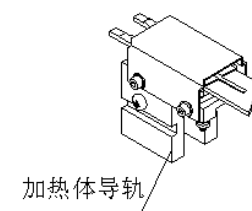
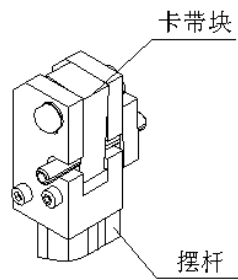
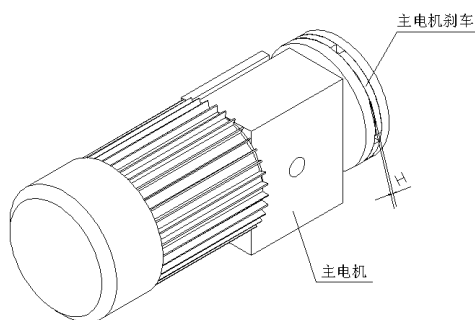

图 4-6
图 4-7
图 4-9
c. 加热体导轨(图 4-6)
d. 卡带块(图 4-7)
主电机与主电机刹车间的间隙 H 调整至 0.2mm-0.3mm(见图 4-9)。
d. 带头劈裂：捆紧力太大是造成带头劈裂的原因，可适当调小捆紧力（见图 4-9）
- b. 顶杆位置太高：在非退带情况下，顶杆与杠杆间应保留 0.3mm 的间隙（见图 4-7）。若因为调整不当，顶杆始终顶在杠杆上，且顶力较大，则易引起送带不到位现象。
- d. 带头劈裂：带头劈裂后在带道内运行不畅容易导致送带不到位，产生劈裂的原因是捆紧力调得太大。因此只需适当调整捆紧力即可消除送带不到位的情况（见图 4-9）。
- h. 捆不紧（见图 4-6 及图 4-9）：①. 捆紧调节装置处于较松位置
②. 卡带块磨损太大
③. 卡带块的齿槽间塞满带屑
④. 拔杆拉簧断裂
⑤. 摆杆推动轴承破裂
⑥. 扭簧断裂
- i. 拉大圈：①. 退带时间不够
②. 退带力量太大或太小，应检查退带顶杆与杠杆的间隙（见图 4-7）
③. 框架阻力太大
④. 电机皮带太松
- 5.3.1.3 电源指示灯不亮：①. 电源线插头与电线插座是否接触良好
②. 空气开关是否处于开启状态